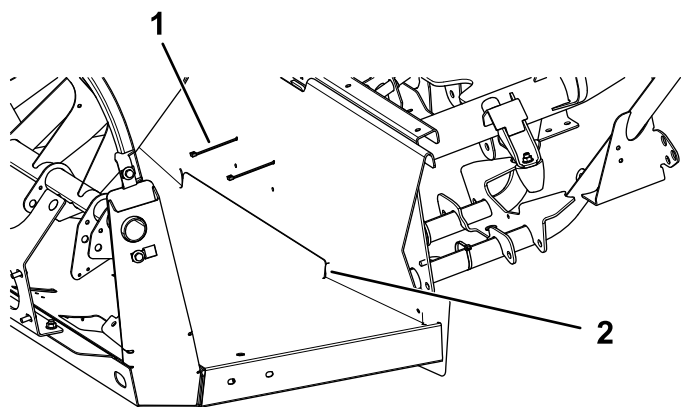

Figura 23
3. Ripiegate l'ala e inseritela dietro alla flangia a pavimento (Figura 23).
4. Fissate l'ala con 2 fascette per cavi attorno al tubo del telaio centrale (Figura 23).